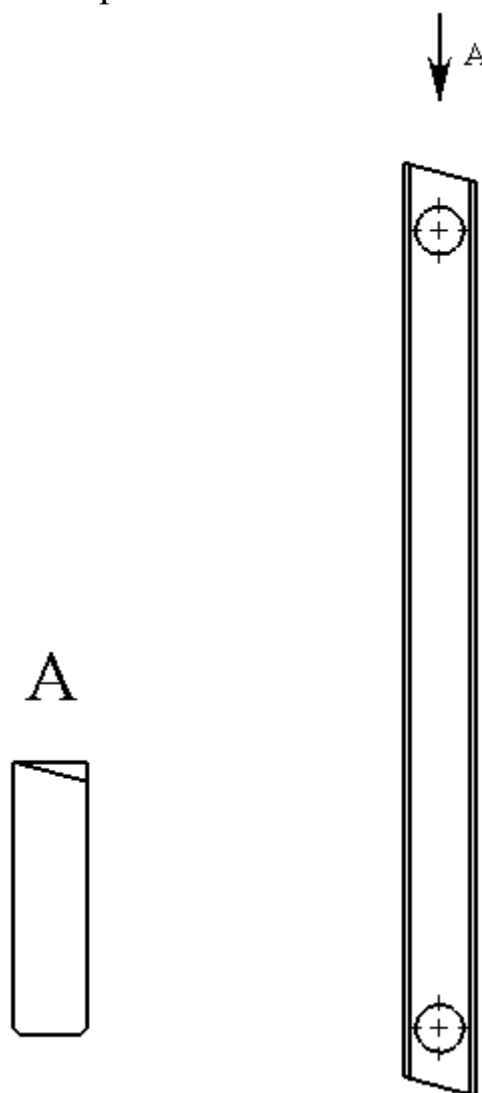

Рис. 39
Чертёжный вид 1 (Вид По модели) является родительским видом для созданного проекционного вида **Чертёжный вид 3**. Во время размещения вида нажмите клавишу **Ctrl** для разрыва проекционной связи между видами. Расположите **Чертёжный вид 3** под видом **Чертёжный вид 1**, как показано на рис. 39.
4. Нажмите в графической области на стрелку вида и переместите её в положение, показанное на рис. 39.